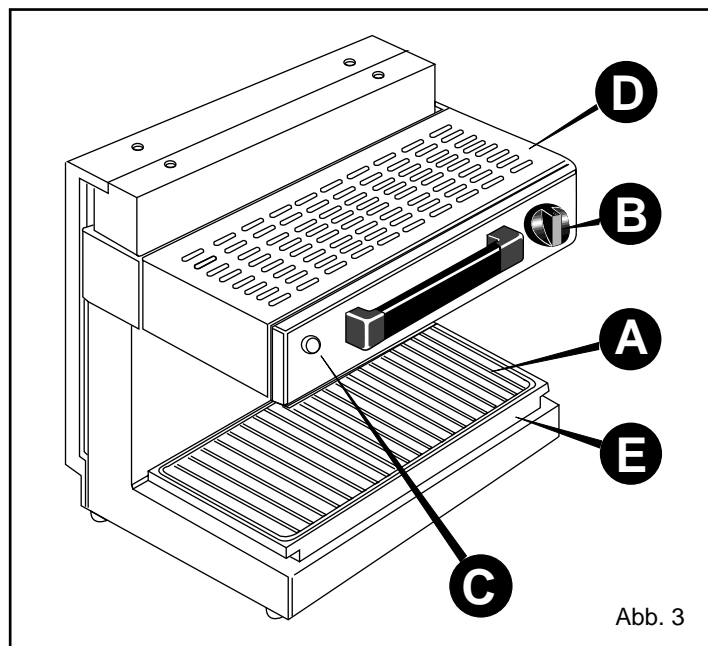

Abb. 3
- Die zu gratinierenden Speisen auf den Rost **A** stellen (Abb. 3).
Die Wanne **E** und den Rost **A** (Abb. 3) mit warmem Wasser und nicht scheuerndem Reinigungsmittel reinigen.